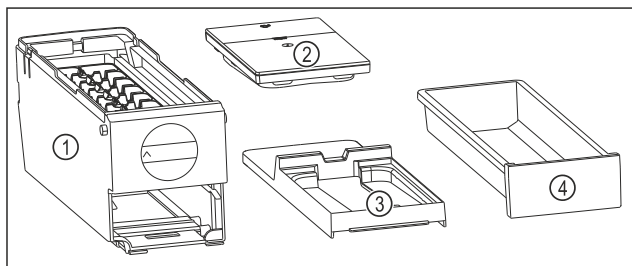

Fig. 173 Součásti EasyTwist-Ice
- ▶ EasyTwist-Ice je rozebrán na čtyři části. (viz Fig. 173)
- ▶ EasyTwist-Ice rozebírejte pouze na zobrazené součásti. (viz Fig. 173)
- ▶ Korpus EasyTwist-Ice Fig. 173 (1) vyčistěte jako celek.